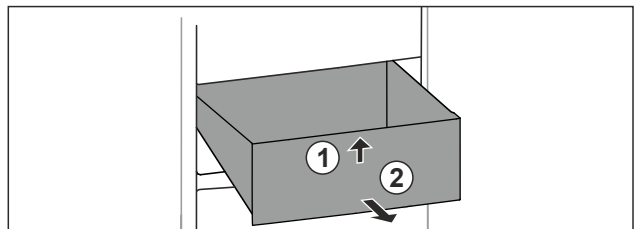

Fig. 19
- ▶ Lade aan de voorkant optillen. Fig. 19 (1)
- ▶ Lade naar voren toe verwijderen. Fig. 19 (2)